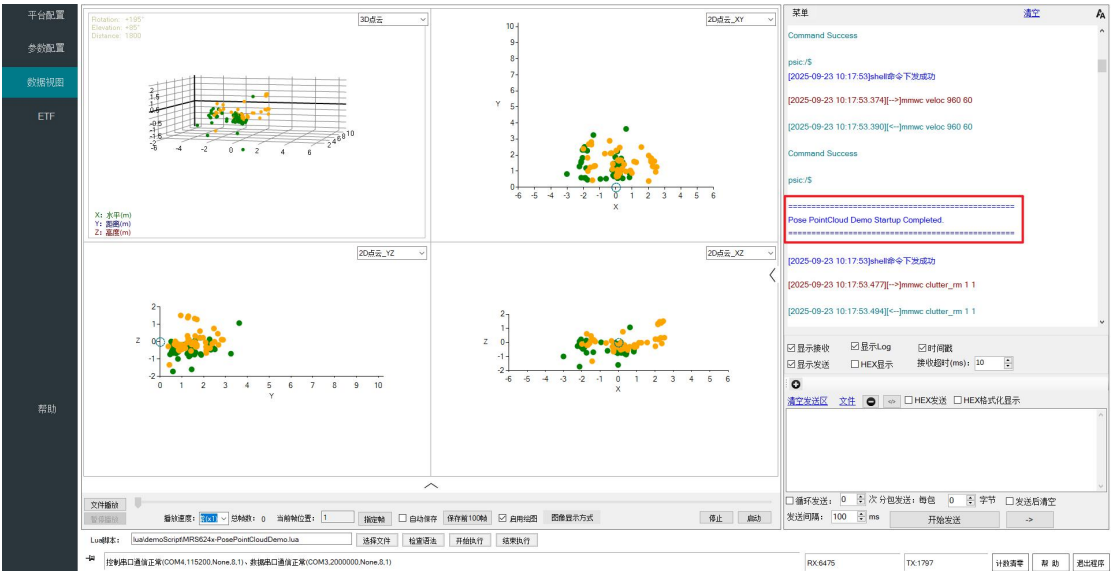

图 2-14 姿态点云展示数据视图
- 2、启动后，会自动切换界面至“数据视图”，默认开启存在点云（橙色）显示，如图 2-14 所示，此界面的详细操作请参考“数据视图显示（Point Cloud）”；